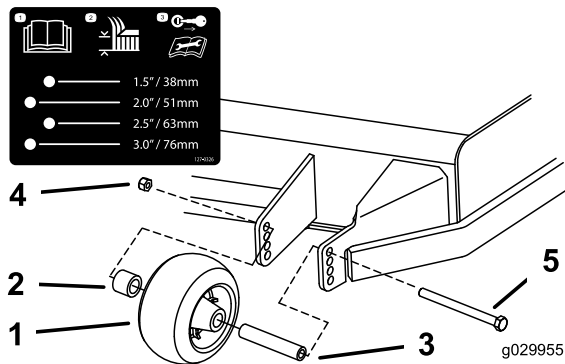

Figura 28
3. Ajuste los rodillos protectores del césped según se muestra en Figura 28, Figura 29 y Figura 30.